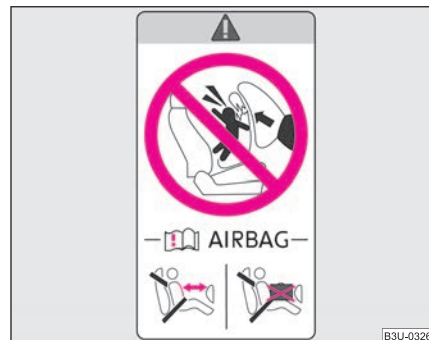

Fig. 121 Autocollant sur le montant central de la carrosserie côté passager avant
- L'autocollant qui se trouve ⇒ fig. 121 sur le montant central de la carrosserie côté passager avant attire votre attention à ce sujet. L'autocollant est visible dès que la porte du passager avant est ouverte. Un autre autocollant de mise en garde suivant se trouve sur le pare-brise au niveau du passager avant.